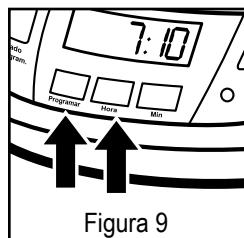

Figura 9
2. Continue pressionando o botão “PROGRAMAR” para programar o preparo do café. Enquanto estiver realizando essa operação, pressione e segure o botão de hora HORA, até que a tela do relógio mostre a hora que você deseja iniciar o preparo do café. O indicador PM ilumina-se para indicar um tempo PM. Se o indicador PM não se iluminar é porque o tempo é AM. Veja figura 9.